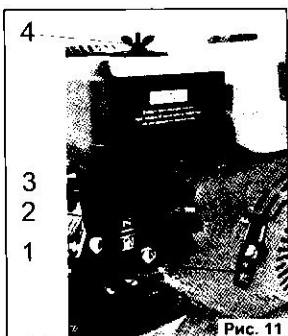

Рис. 11
- Установите рычаг управления воздушной заслонкой карбюратора (2)(См. Рис. 11), в полностью закрытое положение. Это ограничит подачу воздуха, и создаст более бензинообогащенную топливную смесь, что облегчит запуск холодного двигателя.
9. Откройте топливный кран (2)(См. Рис. 11), переведите рычаг в положение «Открыто» (OPEN).
10. При запуске холодного двигателя, установите рычаг привода воздушной заслонки (3)(См. Рис. 11), в положение «ЗАКРЫТО» (CLOSE). Это ограничит доступ воздуха в камеру сгорания, и создаст более бензинообогащенную топливную смесь, что значительно облегчит запуск холодного двигателя.
11. Переведите кнопку выключателя зажигания двигателя в положение «ВКЛ» (ON).
5. Перекройте топливный кран (2)(См. Рис.11).